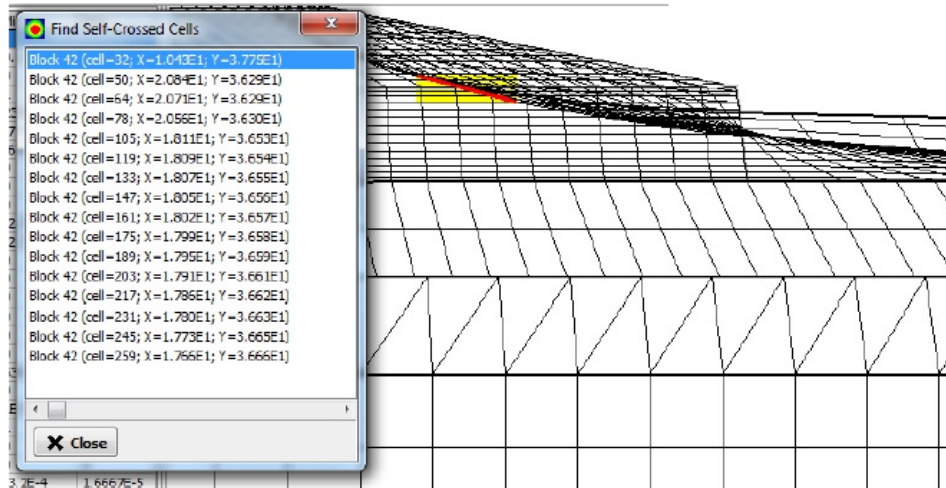

図 9. Find Self-Crossed Cells 機能
- Tools 機能のリリース (Find Self-Crossed Cells) (図 9)